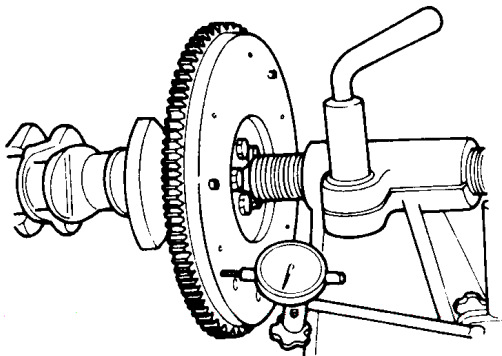

图 2-109 检查飞轮的端面跳动
- (1) 检查离合器盘摩擦面有无起皱磨损、条状擦伤和卡住。如有必要应更换飞轮。
- (2) 如图 2-109 所示，检查飞轮的端面跳动，飞轮端面跳动极限值为 0.13mm。如飞轮的端面跳动超过极限值，应予以更换。